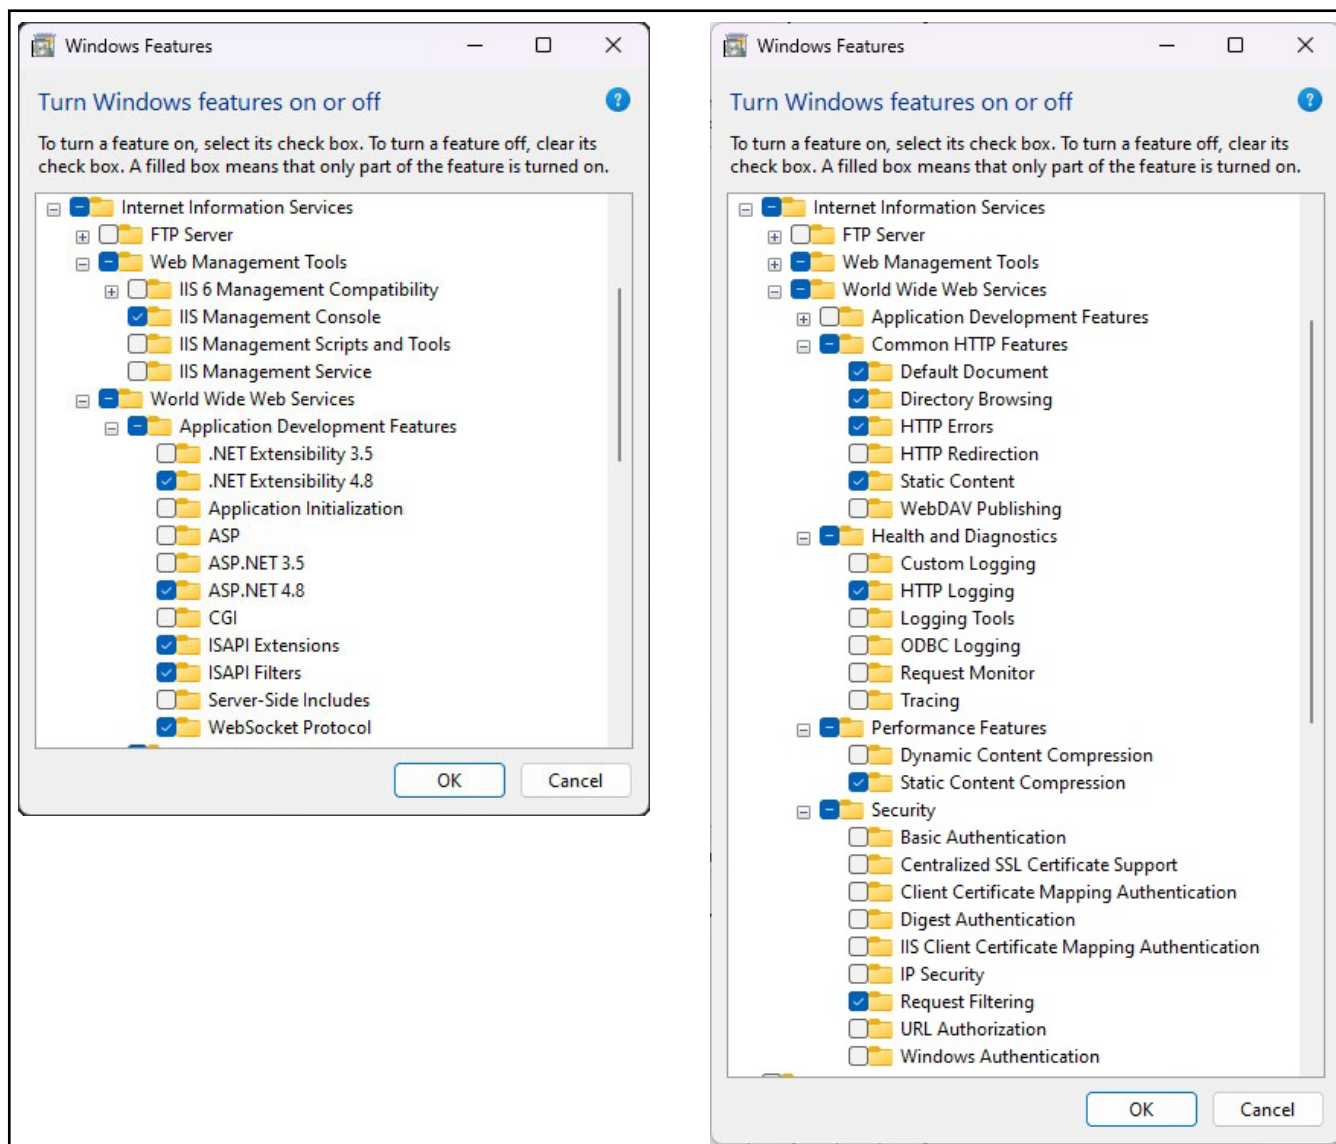

Figura 2-17. Configurazione di Windows Features (Funzioni di Windows)
- B.1 Viene visualizzata la finestra Windows Features (Funzioni di Windows) (vedere Figura 2-17 a pagina 16).
- B.2 Espandere la struttura ad albero **Internet Information Services** e selezionare le caselle di spunta come indicato in Figura 2-17.